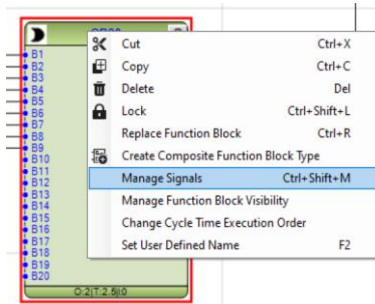

Imagen 283_Edición del número de puertos de entrada a usar del bloque OR20.
4.1.57 Veremos que el bloque tiene 20 entradas, pero solo ocuparemos 9, por lo que se va a desactivar las demás entradas que no utilizamos dando clic derecho en el bloque y seleccionamos “*Manage Signals*” como se muestra en la **Imagen 283**.